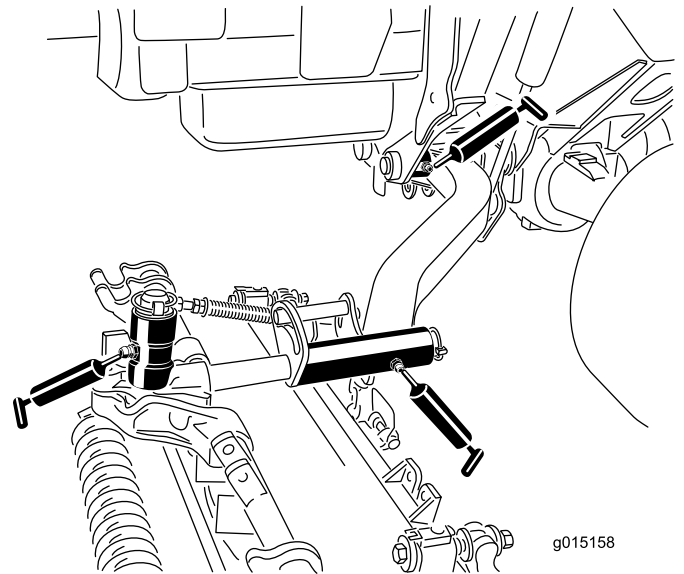

Figura 68
- Casquilhos da articulação do braço de elevação (1 por unidade de corte) (Figura 68)
- Estrutura suporte da unidade de corte (2 por cada unidade de corte) (Figura 68)
- Articulação do braço de elevação da unidade de corte (1 por cada unidade de corte) (Figura 68)